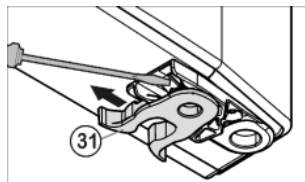

Fig. 10
- ▶ Pružinovou svorku *Fig. 10 (31)* přesadit: Stisknout zarážku pro uchycení, přesto stáhněte pružinovou svorku.